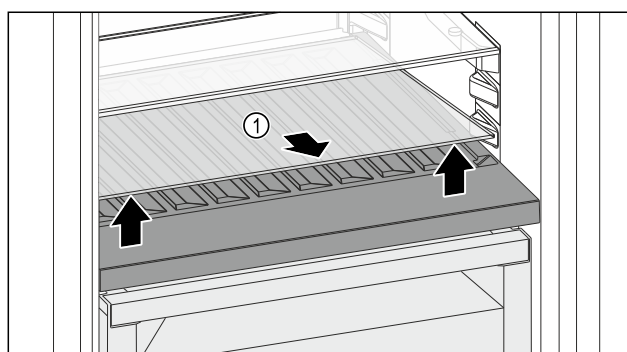

Fig. 188
- Skleněnou desku Fig. 188 (1) zvedněte za vybrání vpředu a vyjměte ji.
- Skleněnou desku Fig. 188 (1) uložte bezpečně mimo spotřebič.
- Skleněnou desku (2) vložte pod variabilní přihrádku na láhve.